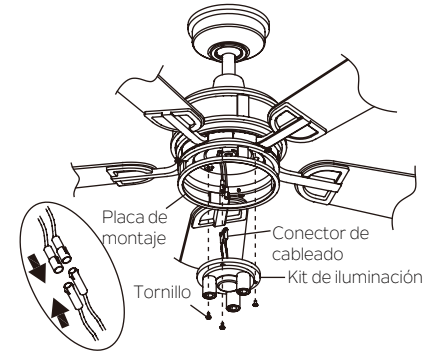

Fig. 23
Paso 2. Retirar los 3 tornillos preinstalados de la placa de montaje como se muestra. Luego guárdelos para reutilizarlos en el paso 4. (Fig. 23)
Paso 3. Mantener el kit de iluminación cerca de la placa de montaje y conecte los cables BLANCOS de la placa de montaje y el ventilador presionando los conectores. Luego debe continuar con el mismo procedimiento con los cables NEGROS. (Fig. 23)
Paso 4. Meter las conexiones perfectamente en el kit de iluminación. Luego alinear los agujeros para tornillos en el kit de iluminación y la placa de montaje. Apretar con seguridad los 3 tornillos que retiró anteriormente. (Fig. 23).